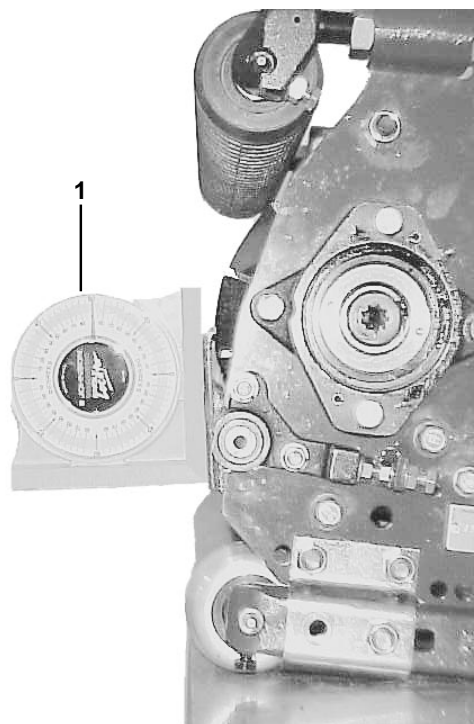

Fig. 15
2. Legg en vinkelindikator, Toro del nr. 99-3503, på knivplaten og notér knivplatevinkelen (fig. 15).